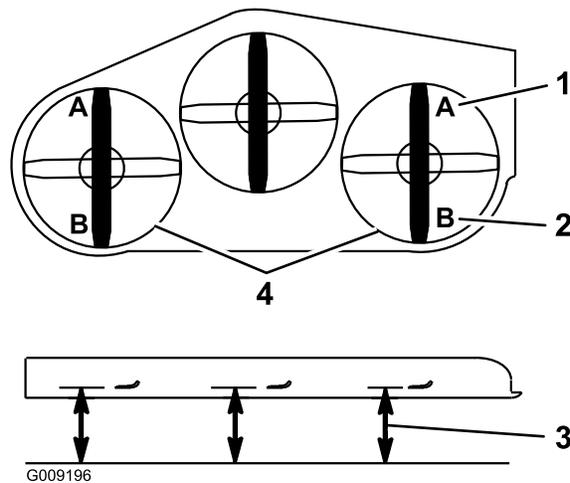

Figura 97
9. En ambos lados de la carcasa, mida desde la superficie nivelada hasta la punta delantera de la cuchilla (Posición A), según se muestra en Figura 97.
15. En ambos lados de la carcasa, mida desde la superficie nivelada hasta la punta trasera de la cuchilla (Posición B), según se muestra en Figura 97.